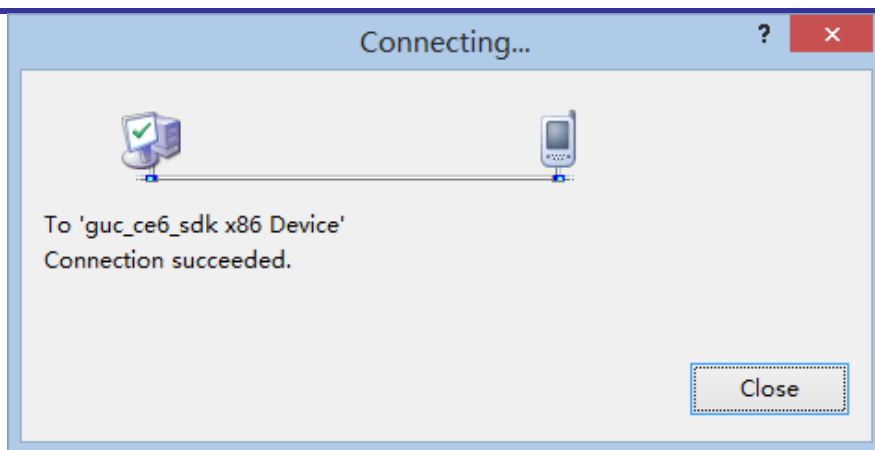

图 5-7 Manual Server-Action 对话框
- 5) 点击 Visual Studio 工具栏的‘Connect to device’或者通过菜单‘Tools’—‘Connect To Device’。建立 Visual Studio 与控制器的调试连接，连接成功后如图 5-7 所示。成功建立后，连接将一直保留，直到网络断开或者控制器重启或者 Visual Studio 重启，如果连接断开，请重复以上的过程重新建立。